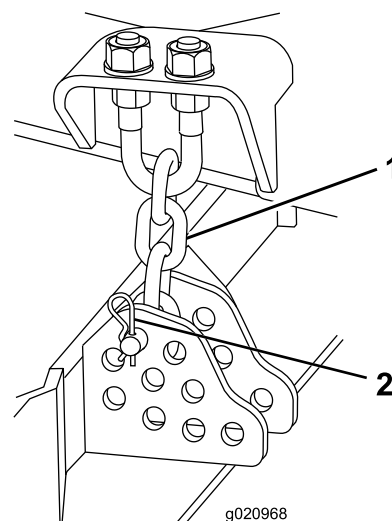

図 23
10. 刈高チェーンをカッティングユニット後部に固定しているヘアピンコッターとクレビスピンを取り外す図 23。